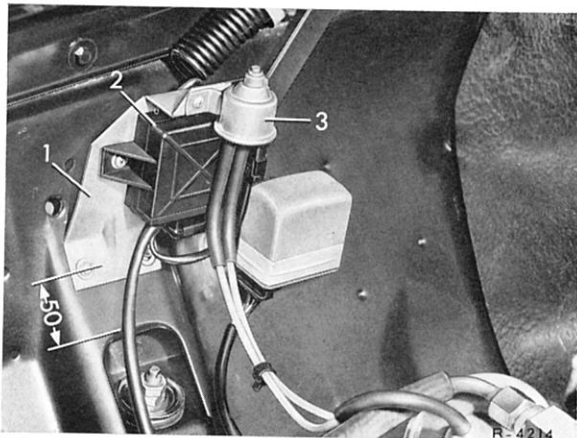

Bild 14–5/1
- 3 Zusatzhalter (1) am rechten Radlaufblech befestigen. Drehzahlshalter (2) und Umschaltventil (3) am Halter (1) anschrauben (Bild 14–5/1).
- 4 Unterdruckschlauch vom Anschluß des Unterdruckreglers (7) abziehen und neues Schlauchstück (6) (Länge 50 mm) aufschieben.